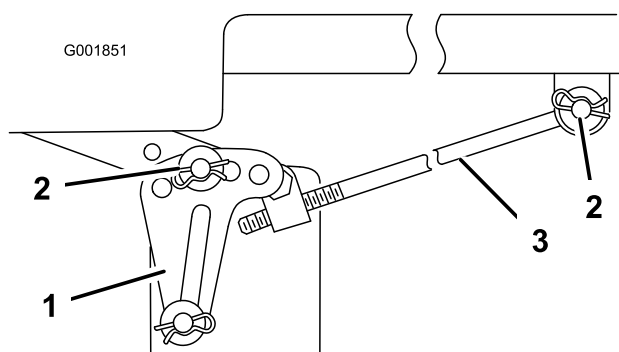

Figure 59
Remarque: Avant de déposer le plateau de coupe, notez les trous de fixation des pattes de mise à niveau (Figure 59).
5. Retirez la goupille fendue et la rondelle de la tige de réglage (Figure 59) de chaque côté du plateau de coupe.
6. Retirez la goupille fendue et la rondelle des pattes de mise à niveau (Figure 59) de chaque côté du plateau de coupe. Notez le trou de montage de la patte de mise à niveau en prévision de la repose. Dégagez les pattes de l'axe de montage
6. Fixez la tige de réglage à la machine à l'aide de la rondelle et de la goupille fendue (Figure 59) de chaque côté du plateau de coupe.
7. Glissez les pattes de mise à niveau sur les axes de montage et fixez-les à l'aide des rondelles et des goupilles fendues (Figure 59).